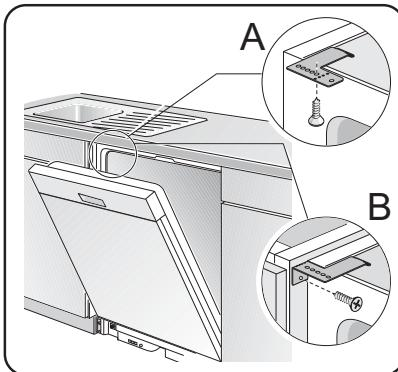

Figure 11/Illus. 11
1) **Top Mount** is used for countertops made of wood or other materials that can easily drilled. Orient the mounting brackets as shown in Figure 11, letter A, and position the two small tabs on the mounting brackets over the two slots on the dishwasher's front corners. Push the mounting brackets down firmly to insert the tabs into the slots.
2) **Side Mount** is used for countertops made of marble, granite, or other very hard materials that cannot be easily drilled. Bend the mounting brackets along the small holes and in the same direction as the two small tabs. Orient the mounting brackets as shown in Figure 11, letter B, and position the two small tabs on the mounting brackets over the two slots on the dishwasher's front corners. Push the mounting brackets down firmly to insert the tabs into the slots.
- 1) **Sur le dessus** est utilisé pour les comptoirs fabriqués en bois ou autres matériaux pouvant être facilement percés. Orienter la fixation comme à la figure 11, lettre A, et positionner les 2 petites languettes sur la fixation sur les deux fentes des coins avant du lave-vaisselle. Pousser fermement sur les fixation pour insérer les languettes dans les fentes.
- 2) **Sur le côté** est utilisé pour les comptoirs en marbre, granite ou autre matériaux très durs ne pouvant être percés. Plier la fixation le long des petits points et dans la même direction que les deux petites languettes. Orienter les fixations comme à la figure 11, lettre B, et 2 petites languettes sur la fixation sur les deux fentes des coins avant du lave-vaisselle. Pousser fermement sur les fixation pour insérer les languettes dans les fentes.
1) **El Montaje Superior** se utiliza cuando el contador tiene una superficie de madera u otro material fácil de perforar. Acomode los soportes de montaje tal como indica la letra A en la Ilustración 11 y sitúe las dos lengüetas pequeñas de modo que cubran las dos ranuras en los rincones delanteros de la lavadora. Oprima firmemente hacia abajo los soportes de montaje hasta introducir las lengüetas en sus ranuras.
2) **El Montaje Lateral** se utiliza para las superficies de contador hechas de mármol, granito u otro material muy duro que no se perfora fácilmente. Doble los soportes de montaje en línea con los hoyos pequeños y en la misma dirección como las dos lengüetas pequeñas. Acomode los soportes de montaje tal como indica la letra B en la Ilustración 11 y sitúe las dos lengüetas pequeñas encima de los soportes de montaje sobre las dos ranuras en los rincones delanteros de la lavadora. Oprima firmemente hacia abajo los soportes de montaje para poder introducir las lengüetas en las ranuras.